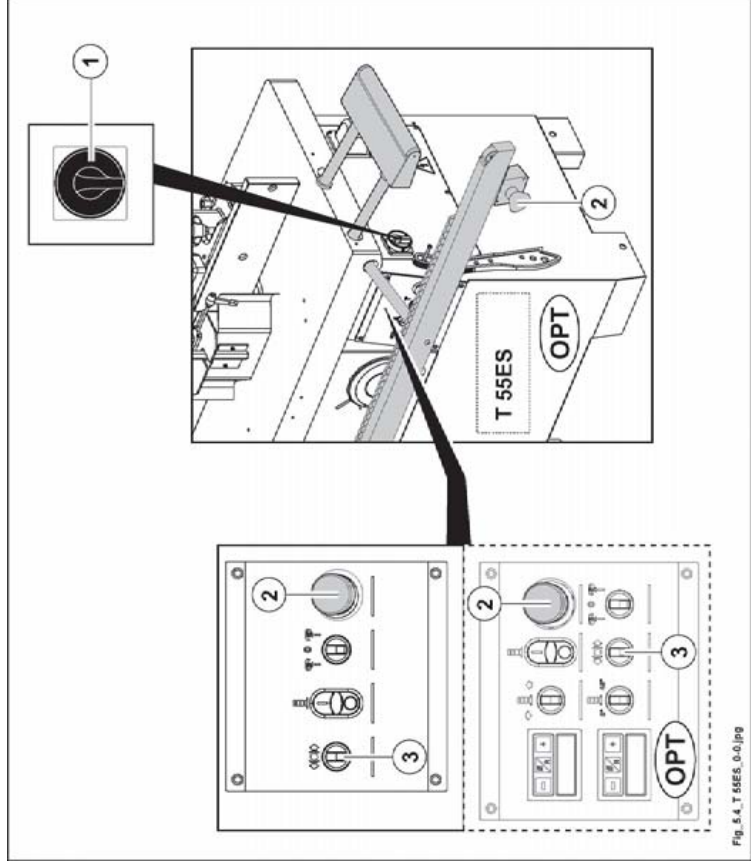

Abb. 5.4
- die Not-Austasten (2 Abb. 5.4) in richtiger Stellung sind (eventuell freigegeben).
- Wahlschalter zum Lösen der Bremse (3 Abb. 5.4) auf  gedreht ist (Meldelampe verlöscht).
- Hauptschalter (1 Abb. 5.4) auf I (ON) gedreht ist.